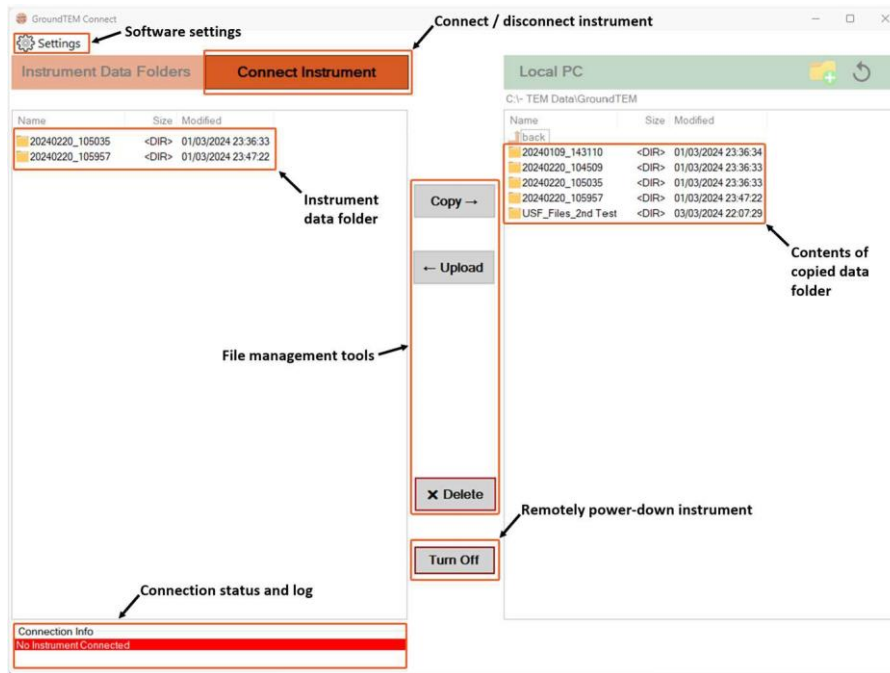

Figura 21. Pasos para copiar datos de la unidad GroundTEM (después de conectarla al instrumento).
- Presione *Conectar al instrumento* para mostrar las carpetas de datos en la unidad GroundTEM (Figura 21).